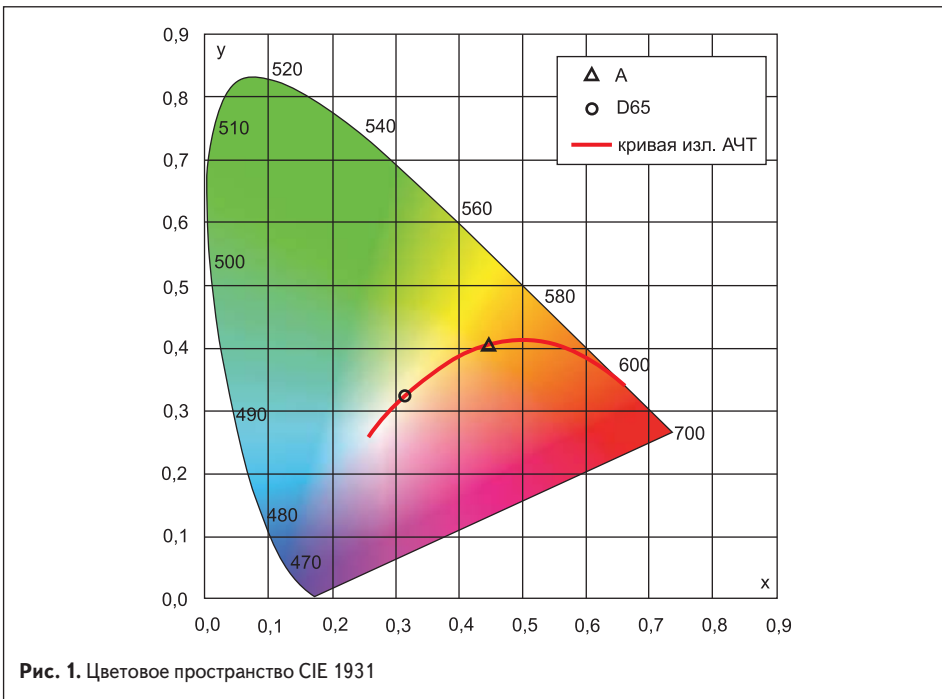

Рис. 1. Цветовое пространство CIE 1931
Такое двумерное пространство различаемых некоторым условным усредненным человеком цветов тщательно изучено и представлено широкой публике в 1931 году в виде цветового пространства CIE 1931 (рис. 1). С тех пор Международная комиссия по освещению опубликовала множество улучшенных моделей, более адекватно описывающих цветовосприятие, но ни одна из них не получила
- Цвет света, с координатами на кривой АЧТ или недалеко от нее (рис. 2), принято считать белым. Различия, выражающиеся в разной пропорции теплых и холодных тонов, описывают параметром «цветовая температура» или «коррелированная цветовая температура». Чем больше доля синего цвета в белом, тем выше цветовая температура, чем выше доля желтого и красного — тем цветовая температура ниже. Так, белый дневной свет с большей долей синего имеет высокую цветовую температуру 6500 К и отражен на рис. 1 символом «о», а теплый свет лампы накаливания с большей долей желтого и красного имеет цветовую температуру 2700 К и отражен символом «Δ».
- Смешивая два цвета, мы всегда получаем сложный цвет с координатой на линии, соединяющей координаты исходных цветов. Меняя пропорцию исходных компонент, мы меняем координату составного света, перемещаясь вдоль этой линии. Например, падающий на лист бумаги солнечный свет и свет лампы накаливания образуют цветовую смесь на линии на рис. 1, соединяющей символы «Δ» и «о». Как видно, данная смесь также будет лежать вблизи кривой АЧТ и будет белым светом некоторой промежуточной цветовой температуры.
Известно, что белый можно сложить как из семи (рис. 1), так и из трех цветов (рис. 4). Но не все знают, что белый можно сложить из двух цветов. Но не из произвольных, а лежащих по разные стороны кривой излучения АЧТ.